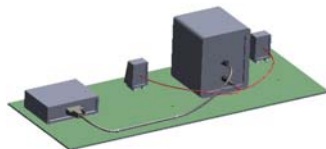

图 11.11.18 自动步路
Step2. 创建自动步路。选择 **电气** 功能选项卡中的 **自动步路(A)** 命令，系统弹出“自动步路”对话框；分别选取刚创建的电线的端点和创建第一段线路 Step2 中电线的端点；单击对话框中的 按钮，结果如图 11.11.18 所示。